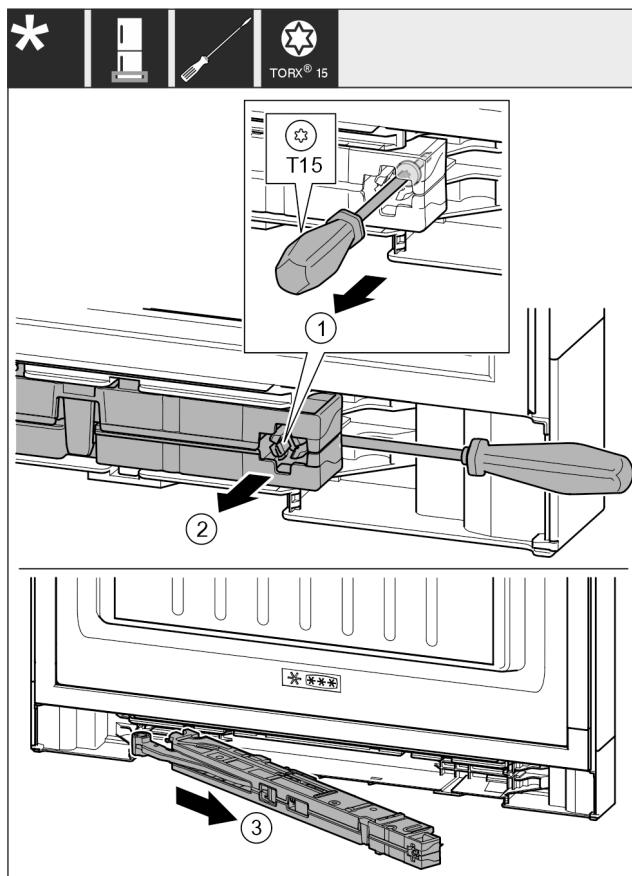

Fig. 18
- ▶ 用螺丝刀将关门阻尼单元上的螺钉 Fig. 18 (1)松开 14 mm。
▶ 用螺丝刀在手柄侧向前推动关门阻尼单元 Fig. 18 (2)。
▶ 拉出关门阻尼单元 Fig. 18 (3)。